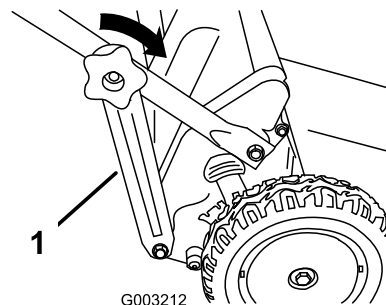

Figura 7
6. Montate le staffe (Figura 7) della stegola ai lati della sezione inferiore della stessa.